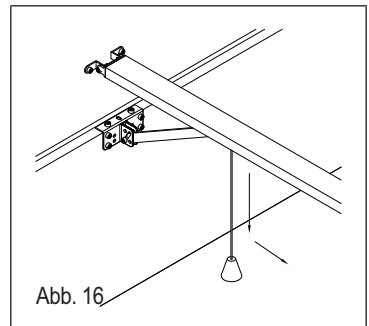

Abb. 16
- zuerst nach unten, dann zum Antrieb hin ziehen (siehe Abbildung 16).